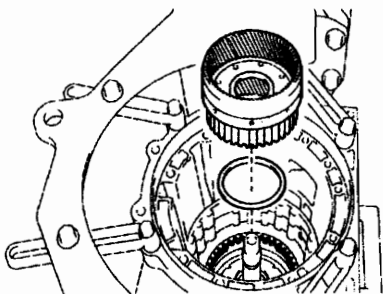
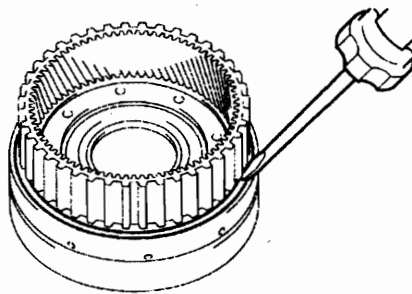

图 12-1-35
图 12-1-36
(42) 如图 12-1-35 所示, 从变速器壳上拆下前行星齿轮齿圈和轴承。
(43) 拆下中央行星齿圈。
①如图 12-1-36 所示, 用螺丝刀拆下卡环。